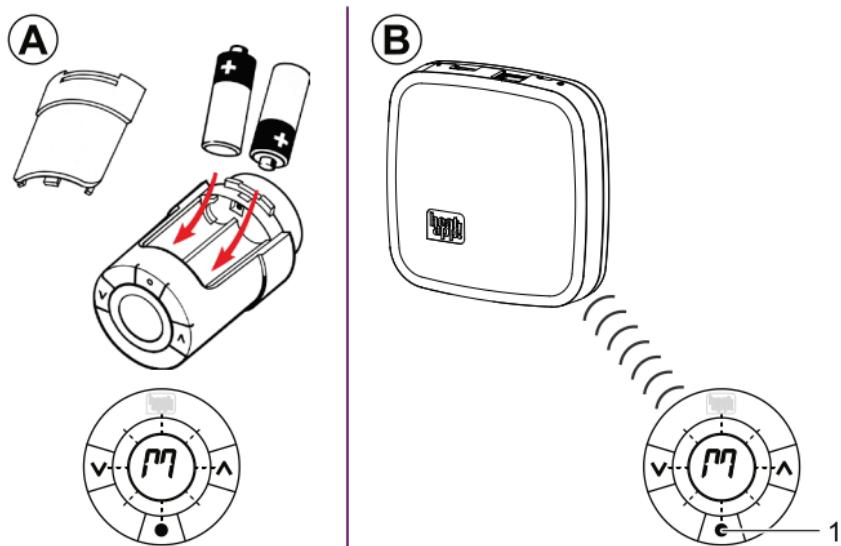

Abb. 10: heatapp! drive anmelden
1. Packen Sie einen **heatapp! drive** aus und legen Sie die AA-Batterien in das Batteriefach ein (Abb. 10, (A)). Achten Sie dabei auf die richtige Polarität!
3. Das Display am **heatapp! drive** zeigt ein blinkendes "M". Drücken Sie nun mehrfach kurz die Lerntaste (Abb. 10, (B), Pos. 1) in der Mitte unterhalb des Displays. Erkennt das **heatapp! gateway** den **heatapp! drive**, werden Sie aufgefordert, diesem Stellantrieb einen Raum zuzuweisen, der bei der Einrichtung der **heatapp! base** angelegt wurde und dem Stellantrieb einen Namen zu vergeben (z.B. „*Heizkörper Fensterseite*“).
- Drücken Sie die Lerntaste (Abb. 10, (B), Pos. 1) für 3 Sek. bis das Display erlischt und der **heatapp! drive** sich hörbar am Ventil fixiert.